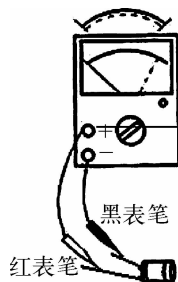

图 1-1-5 电解电容器漏电阻的检测
③ 步骤三：电解电容器漏电电阻的检测。在检测前，先将电解电容的两根引脚短路放电；然后把万用表红表笔接负极，黑表笔接正极，在刚接触的瞬间，万用表指针迅速向右偏转较大角度（对于同一电阻挡，容量越大，摆幅越大，可估测出电解电容的容量），接着逐渐向左回转，直到停在某一位置。此时的阻值便是电解电容的漏电阻，此值越大越好，见图 1-1-5；对调表笔，重复刚才测量过程，所测阻值为反向电阻，此值略小于正向电阻。实际使用经验表明，电解电容的漏电阻一般应在几百千欧以上，否则，将不能正常工作。